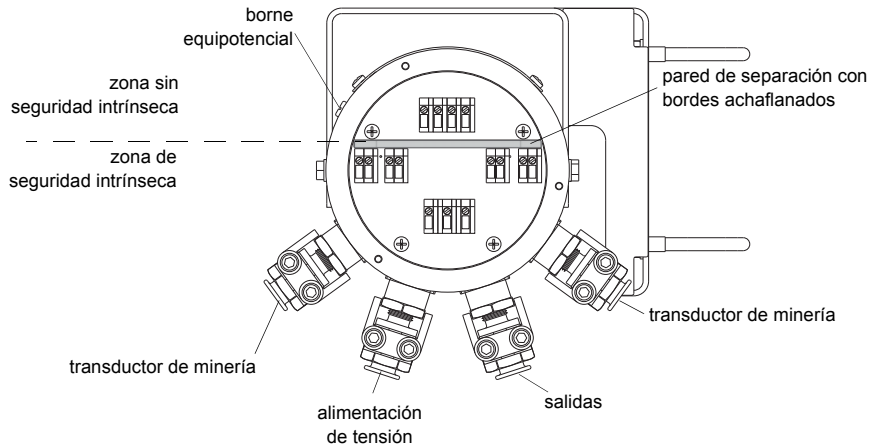

Fig. 8.2: Conexiones del convertidor de medición
- Desmontar el prensaestopas M16 de minería para la conexión de los transductores (véase Fig. 8.2).
La tierra de protección exterior se conecta en el borne equipotencial en la caja del convertidor de medición (véase Fig. 8.2).